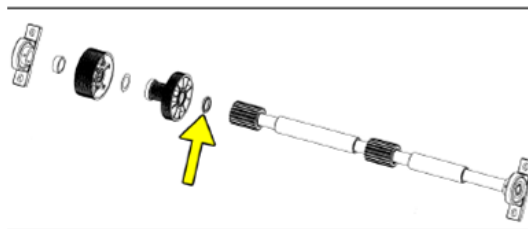
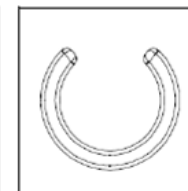

рис. 5
рис. 6
1. Убедитесь, что между роликом муфты и роликом ремня генератора есть расширитель (рис. 5). Если его нет, то закажите часть 717-0379 (рис. 6). Этот расширитель очень просто поставить на место. Не обязательно разбирать вал муфты.